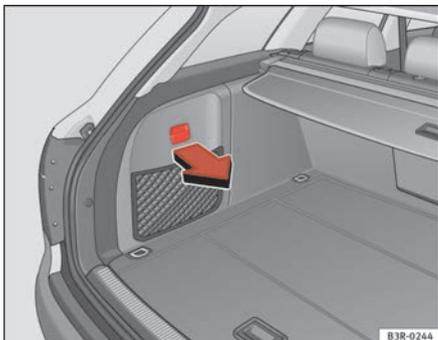

Fig. 126 Coffre à bagages : revêtement latéral avec bac de rangement fermé
- Pour l'ouvrir, tirez la poignée vers vous ⇒ fig. 126.